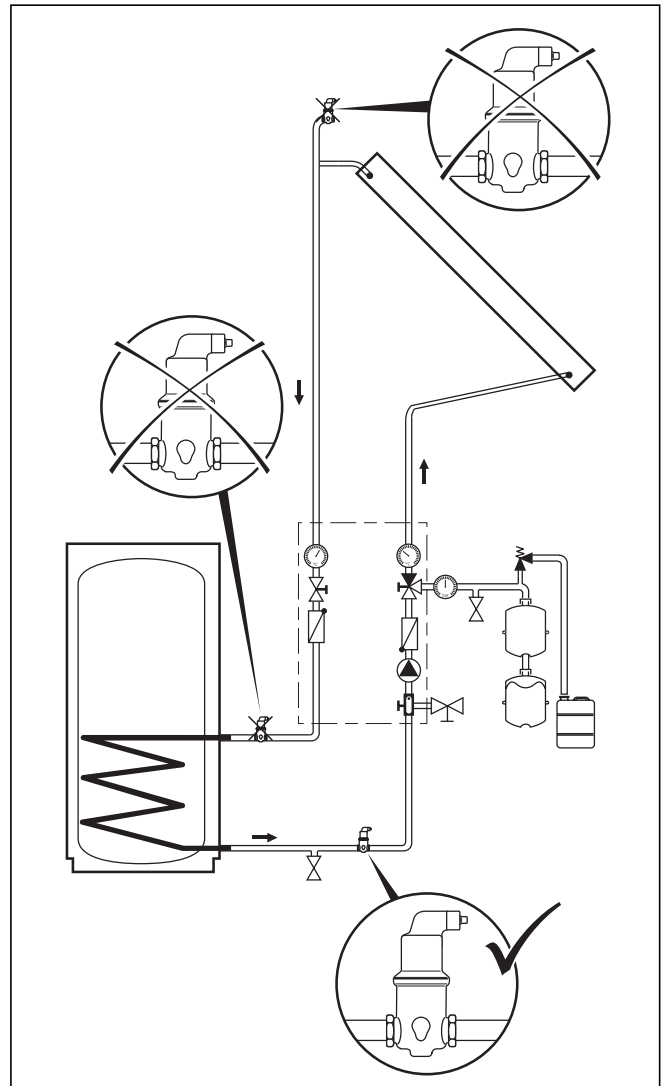

Fig. 4.3 Sistem de separare a aerului automat
- Aerisire printr-un sistem de separare a aerului (→ Fig. 4.3)